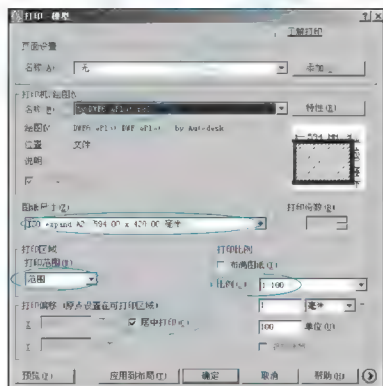

图 5.90 设置【打印-模型】对话框
- (6) 执行菜单栏中的【文件】|【打印】命令, 打开【打印 - 模型】对话框, 按照图 5.90 所示设置该对话框。